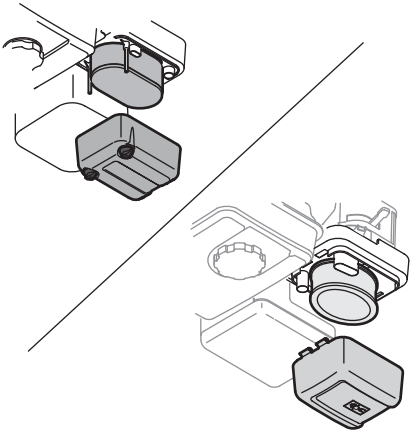

Figure 6-4
- Enfoncez l'attache du couvercle du filtre à air et relèvez le couvercle. Remplacez la cartouche en papier si elle est sale ou endommagée. Nettoyez le pré-filtre en mousse ou remplacez-le s'il est endommagé. Voir la Fig. 6-4.